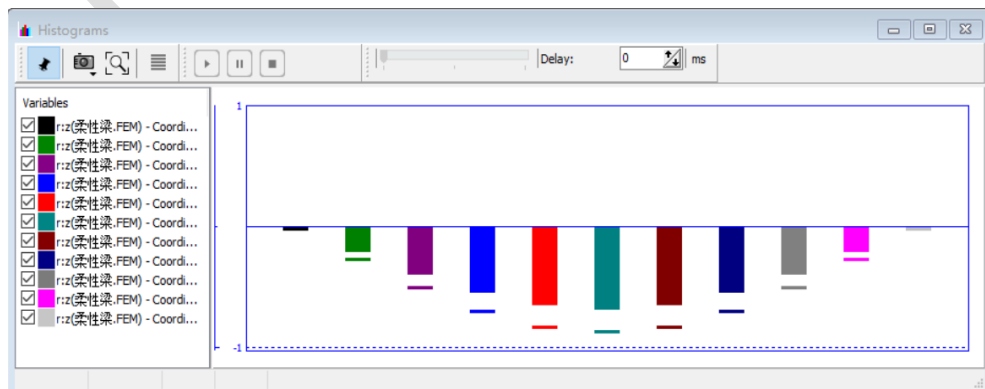

图 2-119
- 5) 选择主菜单 **Analysis** → **Simulation**，弹出仿真控制面板（或直接点击工具栏按钮 ）。选择求解器 **Park**，设置仿真时间为 **20** (s)，数据采样步长为 **0.005** (s)，勾选选项 **Computation of Jacobian**。点击 **Integration**，开始计算，如图 2-119。